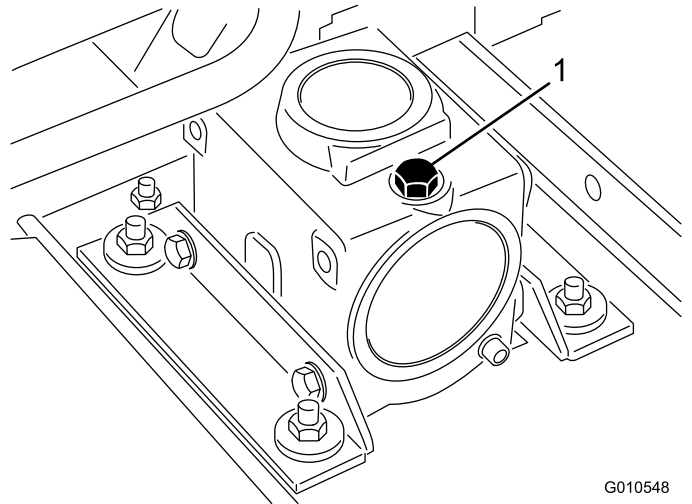

Bild 17
2. Nehmen Sie den Peilstab bzw. die Füllschraube oben am Getriebe ab (Bild 17) und stellen Sie sicher, dass der Ölstand zwischen den Markierungen am Peilstab liegt. Wenn der Ölstand niedrig ist, füllen Sie Öl ein, bis der Stand zwischen den Markierungen liegt.